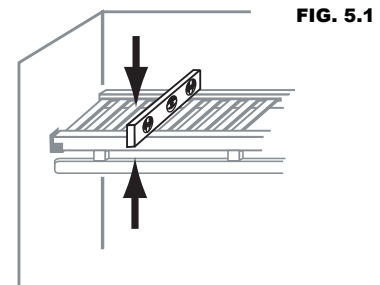

FIG. 5.1
5. Nivele el estante (de adelante hacia atrás. Fig. 5.1)